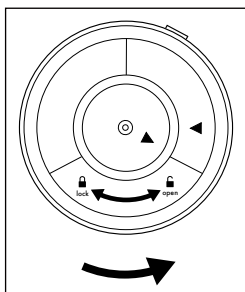

Fig. 1
2. Retournez l'appareil principal **7** sur la tête pour accéder à la fermeture du compartiment à piles **13**. Tournez la fermeture du compartiment à piles **13** dans le sens antihoraire dans le sens **open** , jusqu'à pouvoir retirer la fermeture du compartiment à piles **13** (voir fig. 1).